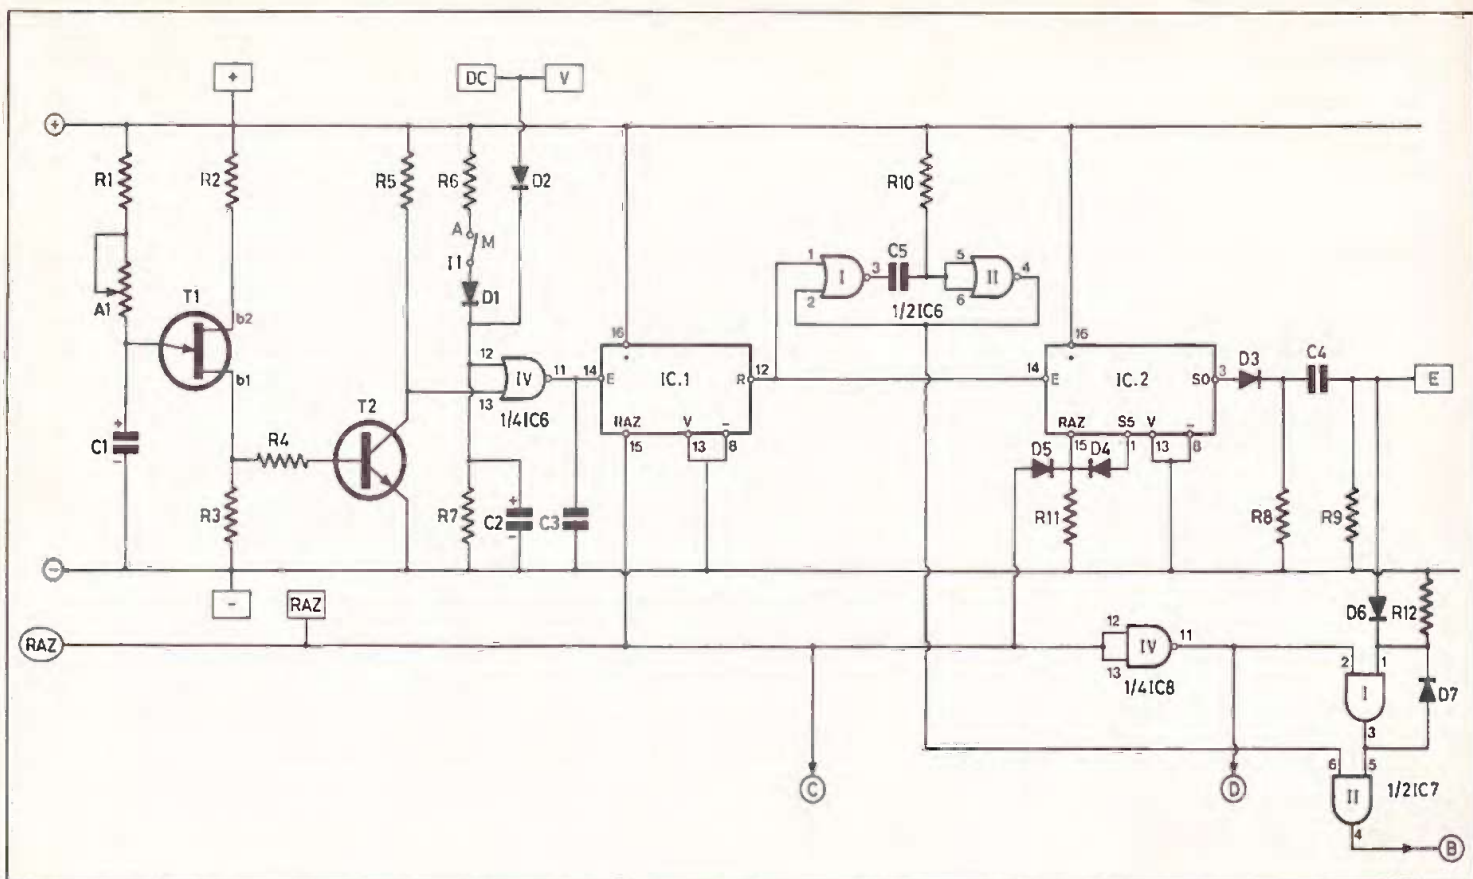

Fig. 4. — Schéma de principe de la section chronométrie et commande périodique du séquenceur.
e) Base de temps de la chronométrie (fig. 4)
f) Comptage du paramètre « temps » (fig. 4)
Remarquons d'abord qu'au moment de la mise sous tension et grâce à la porte inverseuse NAND IV de IC_8 (fig. 4) la porte AND I de IC_{10} assure la démemorisation de la mémoire principale. Celle de la mémoire secondaire est inutile étant donné que sa mémorisation ne peut se produire que dans le cas où la mémoire principale est elle-même chargée.